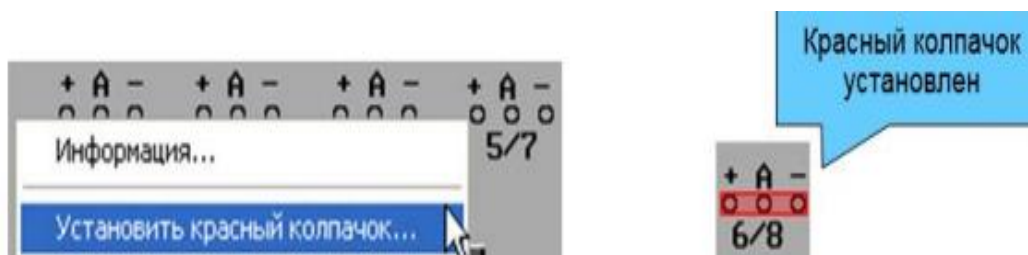

Рис.29. Установка красного колпачка
9. Надеть на рукоятки стрелок, входящих в маршрут красные колпачки Для их установки наведите курсор «мыши» на кнопку управления стрелочными переводами, на которую следует навесить красный колпачок, вызовите вспомогательное меню и выберите команду «Установить красный колпачок» (рис.29).